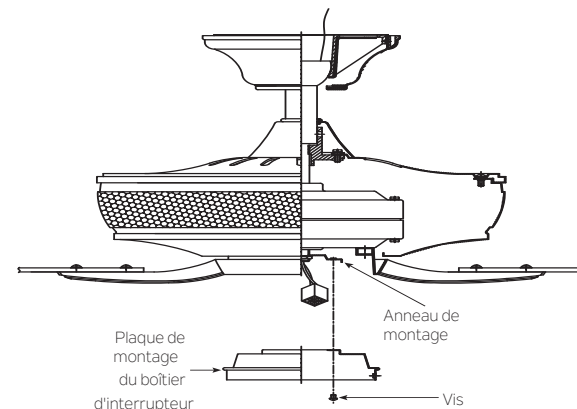

Fig. 17
Étape 1. Desserrer deux vis sur l'anneau de montage fixé à l'axe du moteur et « retirer » et conserver la troisième vis. (Fig. 17)